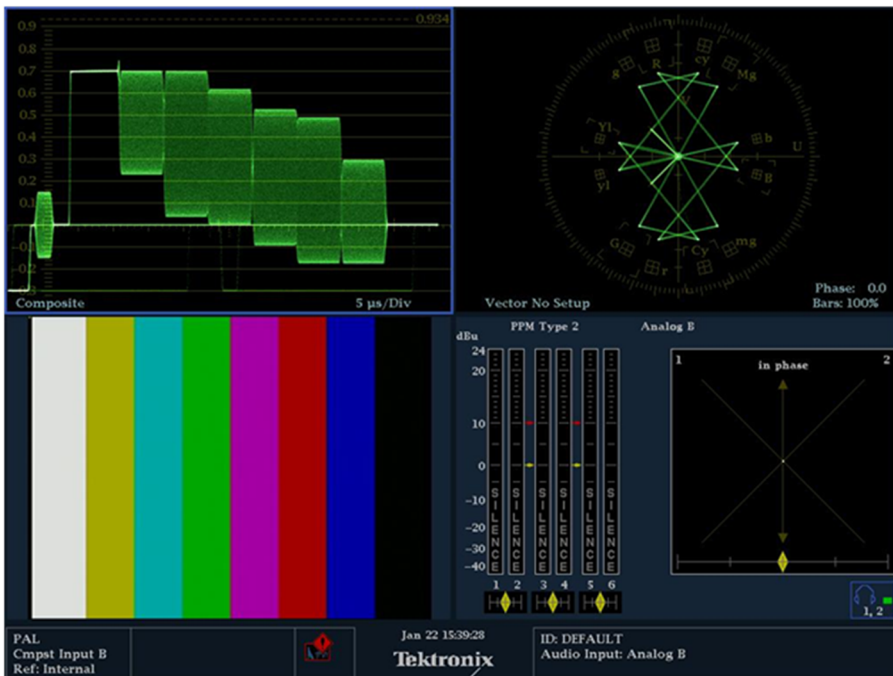

Figura 30. Mesures amb el Tektronix WFM7120 del senyal de test 75% color bars (PAL)
- Senyal de test CCIR 75% Color ars (PAL) (figura 30)